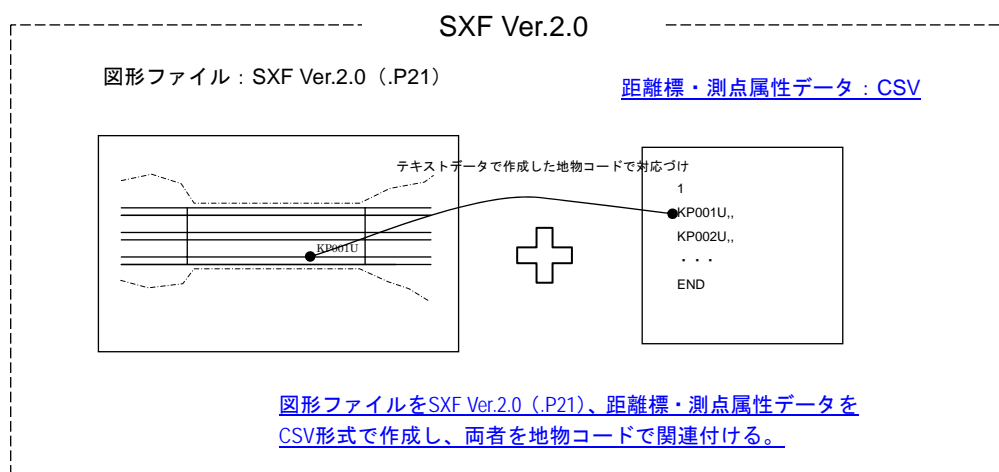

図1 SXF Ver.2.0 のファイル構成（イメージ）
- ・ 距離標および測点の属性データを別途 CSV 形式*2 で作成するとともに、CAD 上の距離標および測点の点データおよび属性データと対応付けるため、点データに地物コードを配置する（図1参照）。